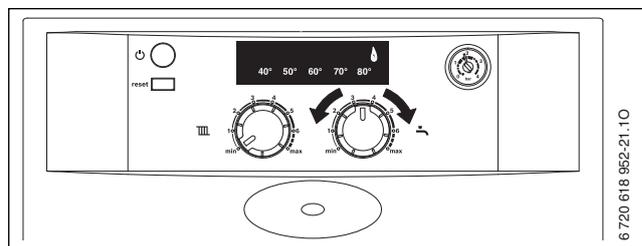

Fig. 37
- ▶ Tourner le sélecteur de température de départ chauffage  en position min. (→ fig. 37).